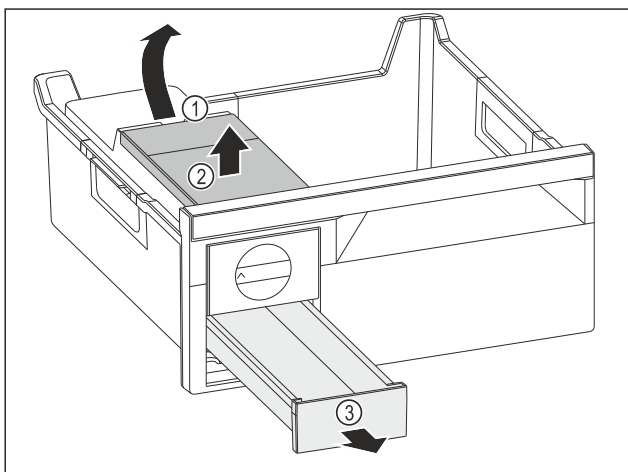

Fig. 135
- ▶ Odobratie nádržky na vodu: Nádržku na vodu nadvihnite za vybranie Fig. 135 (1).
- ▶ Nádržku na vodu Fig. 135 (2) odoberte smerom nahor.
- ▶ Zásuvku na kocky ľadu Fig. 135 (3) odoberte smerom nahor.